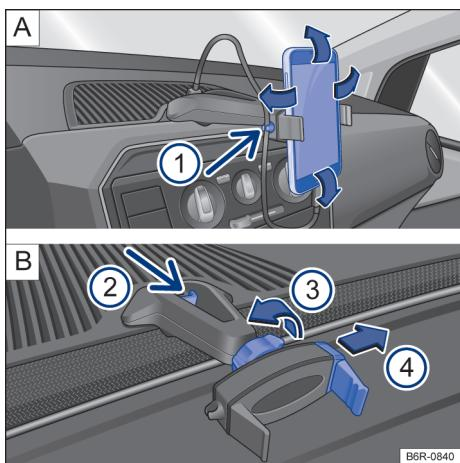

Fig. 147 No console central: suporte para telefone celular e ajustes.
- Segurar o suporte com uma mão e pressionar o botão de destravamento → **Fig. 147 B (2)** (seta).
- Com a haste → **Fig. 147 B (4)** deslocar no sentido da seta, e instalar o telefone celular no alojamento.
- Com a outra mão deslocar a haste → **Fig. 147 B (4)** até que seja possível remover o aparelho do alojamento.
- Colocar o cabo USB na entrada carregador USB do suporte existente no painel de instrumentos → **Fig. 147 A**.
- Prender o cabo no suporte → **Fig. 147 A (1)**.
- Para liberar o movimento do suporte, girar a trava → **Fig. 147 B (3)** no sentido contrário da seta.
- Para fixar a posição, girar a trava no sentido da seta → **Fig. 147 B (3)** até a fixação total do suporte.
O suporte para telefone celular tem garantia de 3 anos, com exceção da haste deslizante (garra) → Fig. 147  (4) que tem garantia de 1 ano.